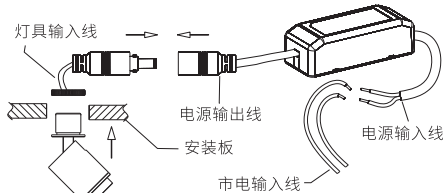

图1
- 1. 在台面上的安装位置处开个 $\phi 18\text{mm}$ 的孔,如图1所示。